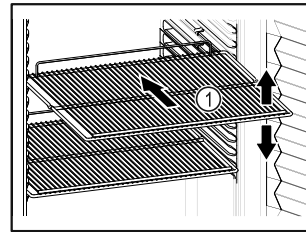

Fig. 62 Voorbeeld
- Indien de legroosters Fig. 62 (1) verplaatsbaar zijn, deze aan de hoogte aanpassen.